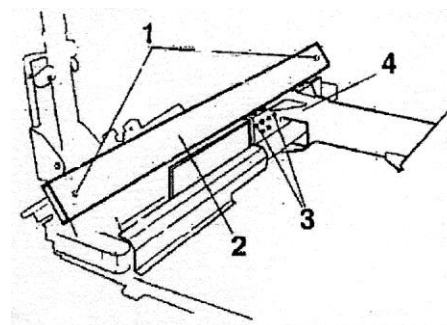

Рисунок 36
е) Ослабьте четыре контрольные стопорные гайки (поз. 1, Рисунок 36).
ф) Закрутите шесть контрольных винтов на скользящем башмаке (поз. 2, Рисунок 36) на четверть оборота.
h) Закрутите четыре контрольные стопорные гайки (поз. 1, Рисунок 36).